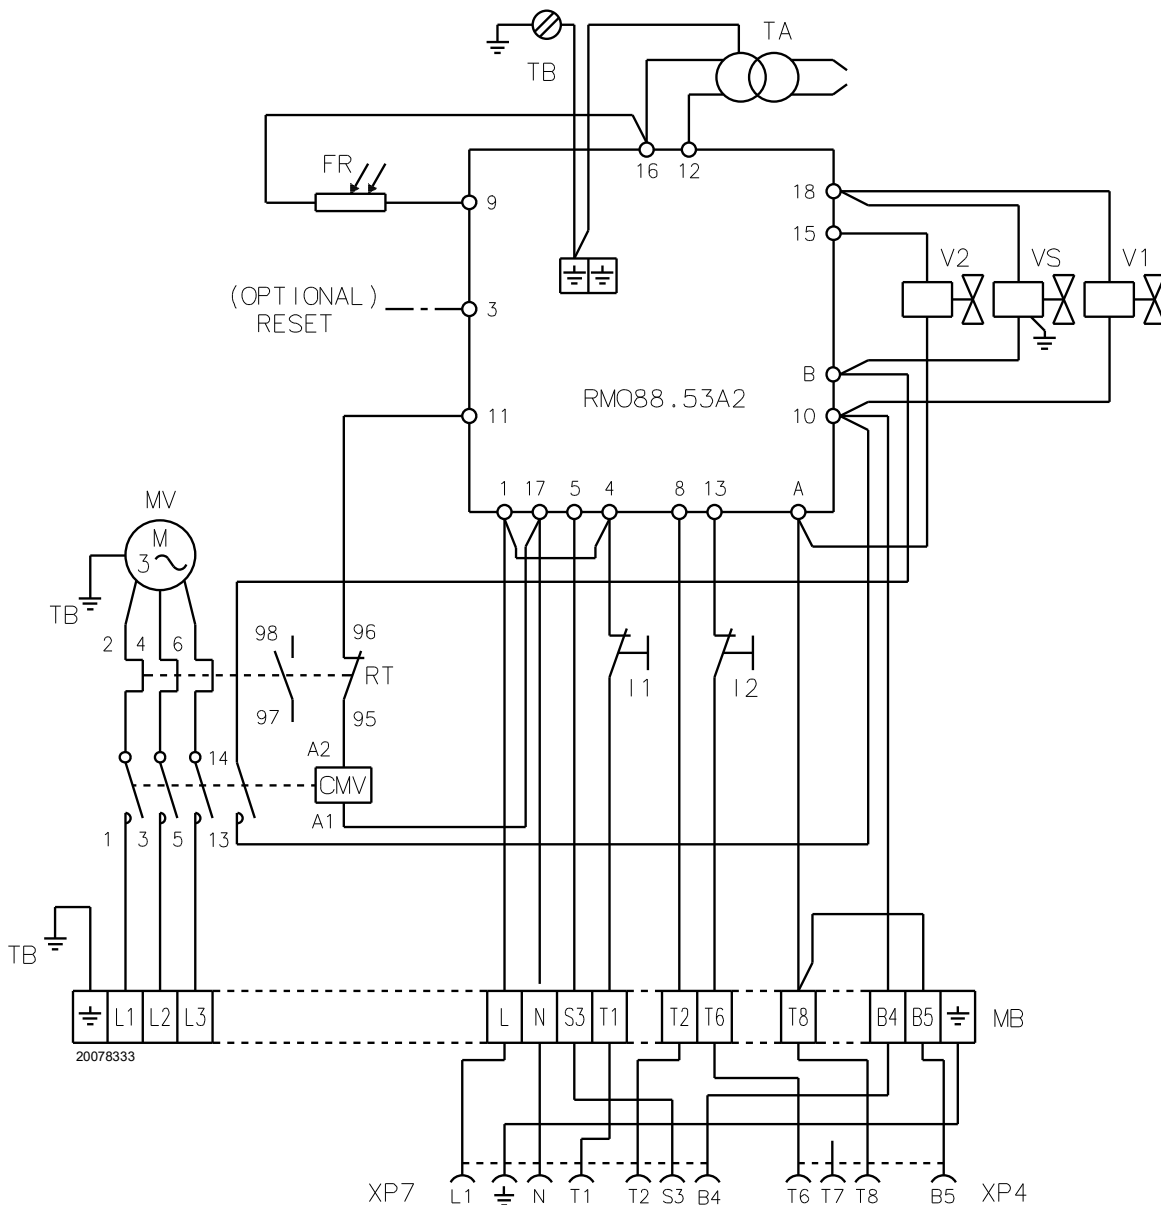

Fig. 20
Sección de cables y fusibles (Fig. 20), ver Tab. D.
En cambio, si se desea que el quemador funcione a monollama, sustituir el mando a distancia TR por un puente entre los bornes T8 y T6 (Fig. 20).
Leyenda (Fig. 20)
- Los quemadores salen de fábrica predispuestos para el funcionamiento doble llama y por lo tanto deben ser conectados al mando a distancia TR. En cambio, si se desea que el quemador funcione a monollama, sustituir el mando a distancia TR por un puente entre los bornes T8 y T6 (Fig. 20).